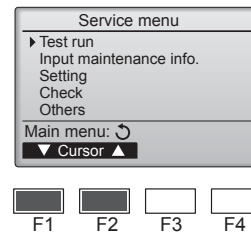

Fig. 8-1
- ① Wählen Sie „Test run“ (Testlauf) aus dem Service-Menü, und drücken Sie die [AUSWAHL]-Taste. (Fig. 8-1)